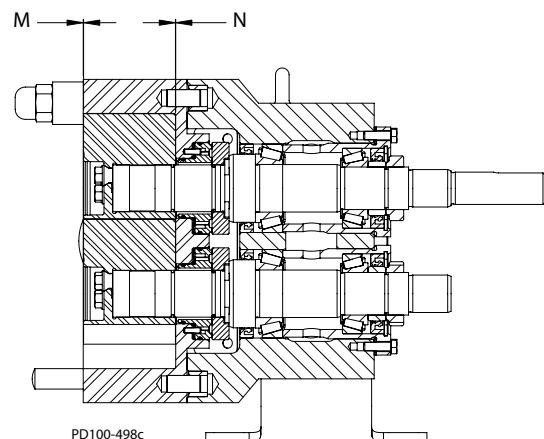

Abb. 59 - Messen des Spiels
5. Prüfen Sie die resultierenden Spiele hinter und vor dem Rotor (Pos. M und N auf Abb. 59). Stellen Sie die Beilagen wie erforderlich zusammen.